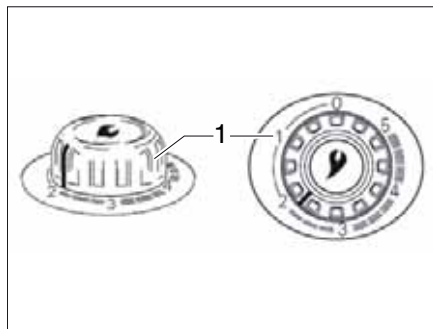

Fig. 105 Bouton tournant du chauffage à air chaud
- Régler le bouton tournant du chauffage (Fig. 105,1) sur la position voulue et l'enfoncer à fond.
- Mettre le bouton tournant du chauffage (Fig. 105,1) sur "0". L'allumage automatique est mis hors service en même temps.
- ▷ Vous trouverez des informations complémentaires dans le mode d'emploi séparé "Truma S 3004 (P) / S 5004".